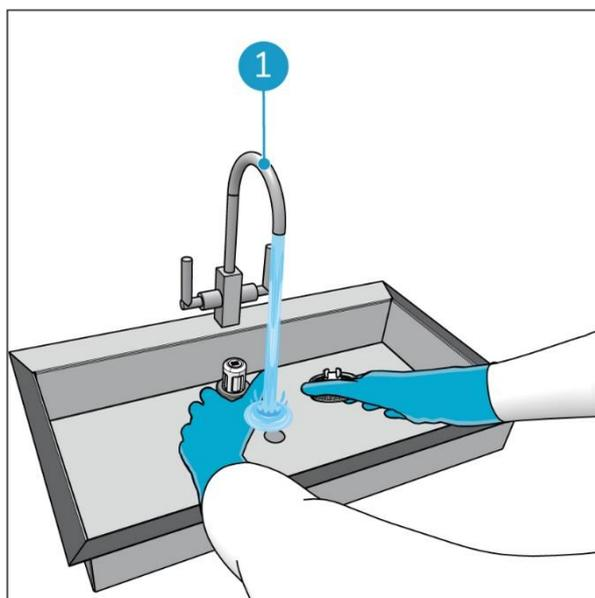

Figure 55
6. Retirez le bouchon et le filtre et rincez-les à l'eau du robinet au-dessus d'un évier (Figure 55 pos. 1).